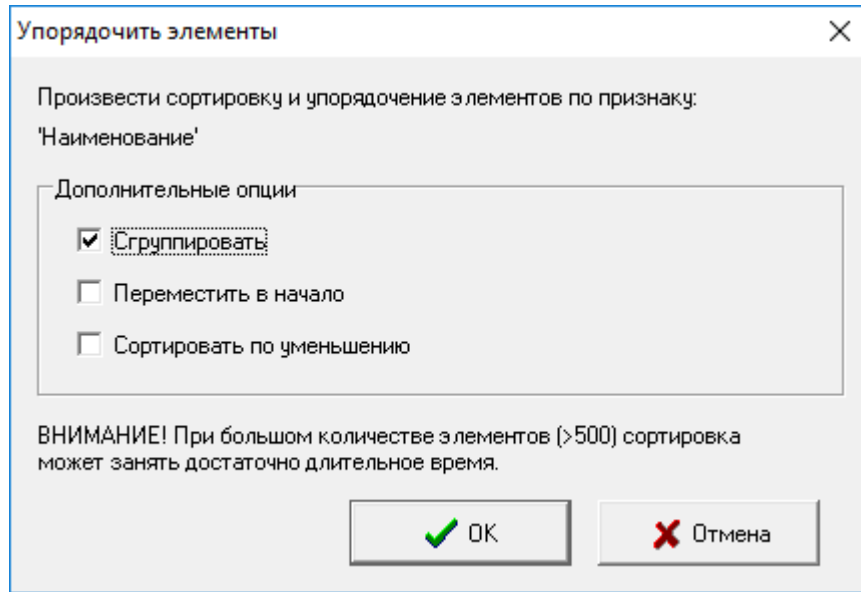

Рис. 14.5 Упорядочить компоненты описания параметров одного уровня
- упорядочить записи одного уровня. Варианты упорядочения приведены на Рис. 14.5;